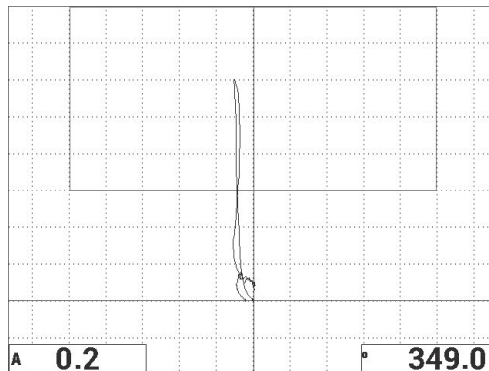

図 6-27 剥離部の 2 回目のスキャン
7. 13 mm の剥離部をもう一度スキャンします (151 ページの図 6-27 参照)。